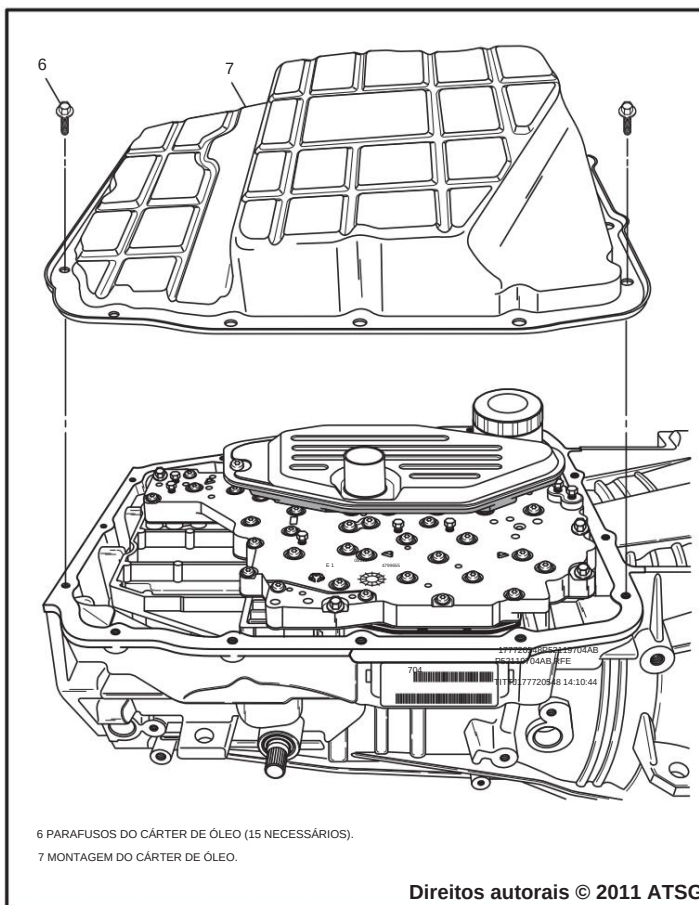

Figura 39
12. Remova os 15 parafusos da bandeja inferior, usando um soquete de 8 mm, conforme mostrado na Figura 39.
13. Remova o reservatório de óleo inferior conforme mostrado na Figura 39.